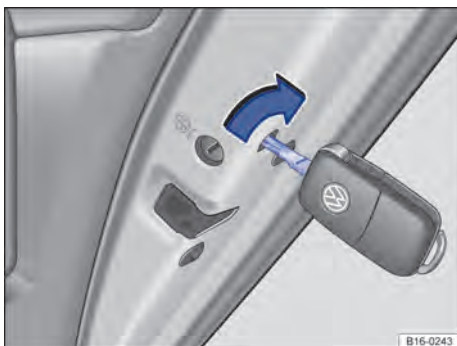

Fig. 198 Travamento de emergência do veículo com a chave do veículo.
- Inserir a haste da chave na fenda que se encontra atrás da abertura e girar na porta direita no sentido horário ⇒ Fig. 198 (seta), analogamente na porta esquerda girar no sentido anti-horário.